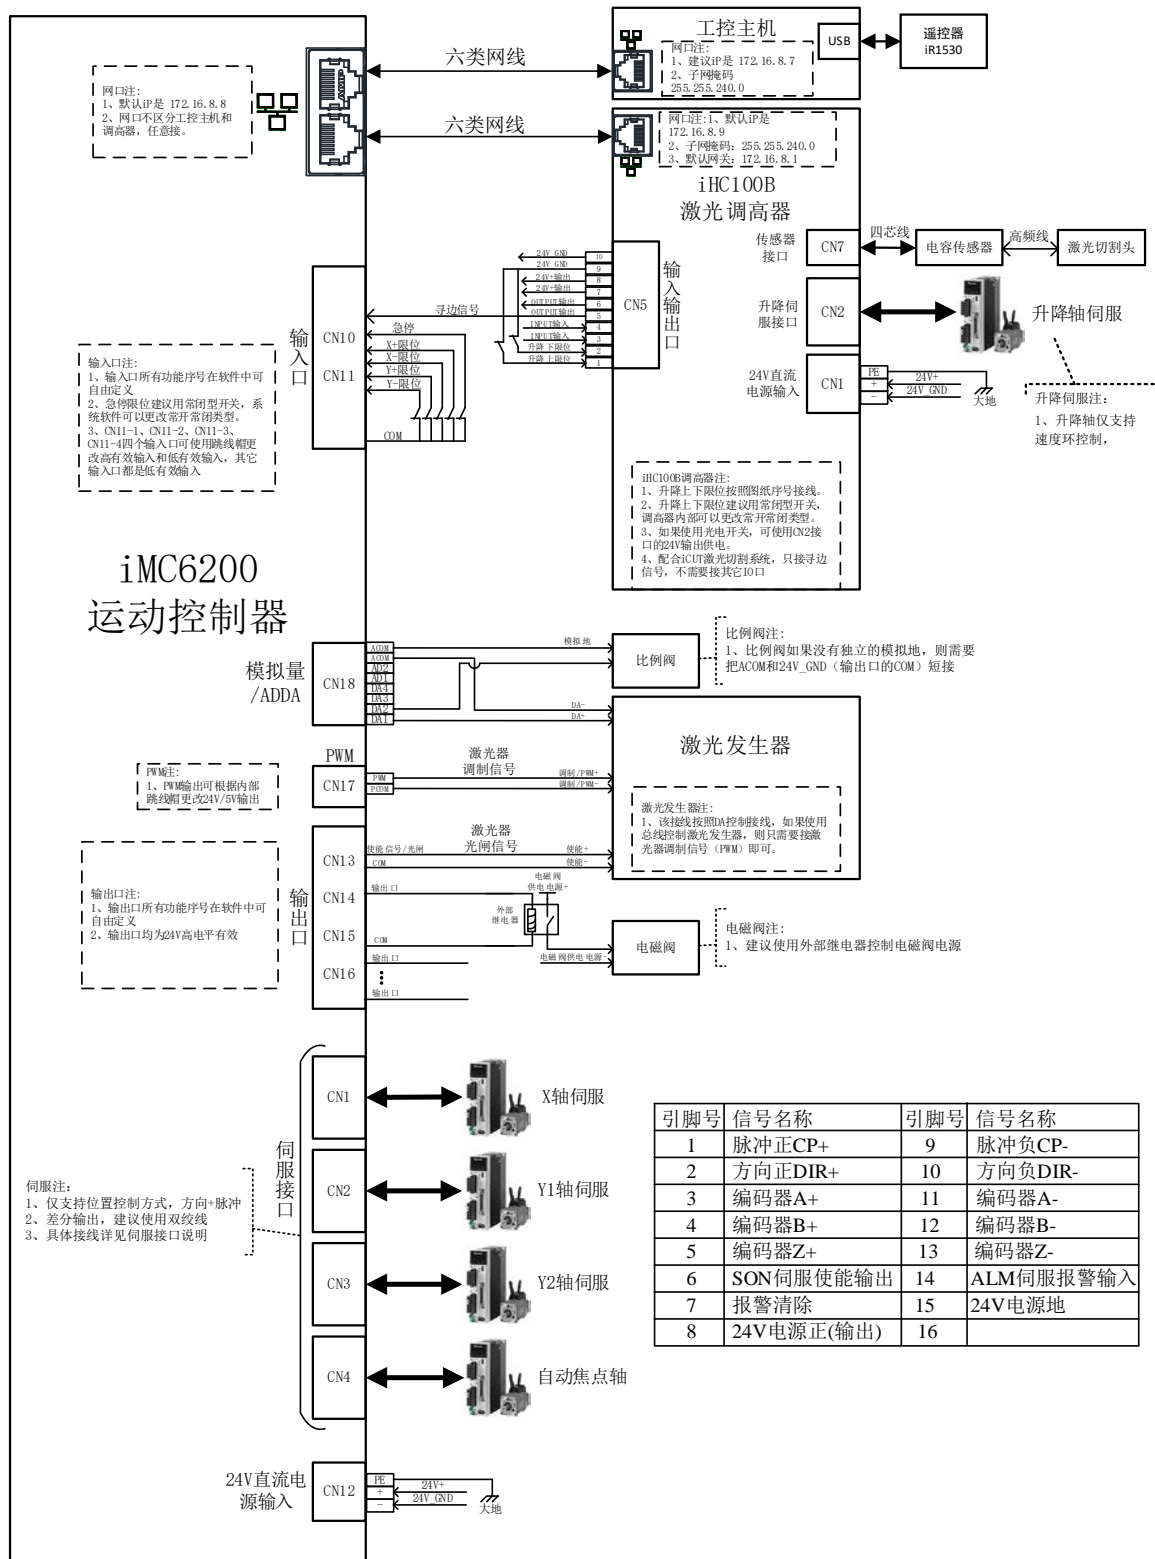

图 2.30 F8200W 和 iHC100B 系统总接线图
2.3.2 F8200W 和 iHC100B 的总接线图如图 2.30 所示